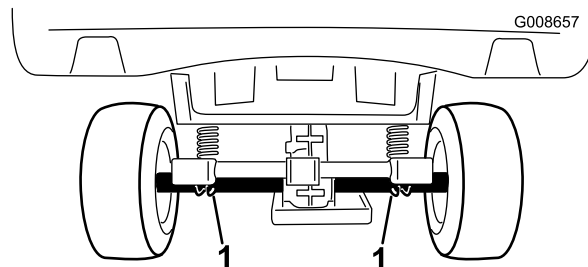

図 23
- ・ 車体後部のジャッキアップポイントはアクスルチューブの下側です [図 23]。